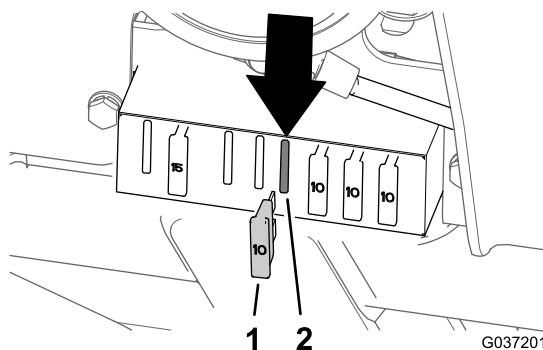

図 38
- モデル 30654、30657、30659 左から 5 番目の位置 図 38。